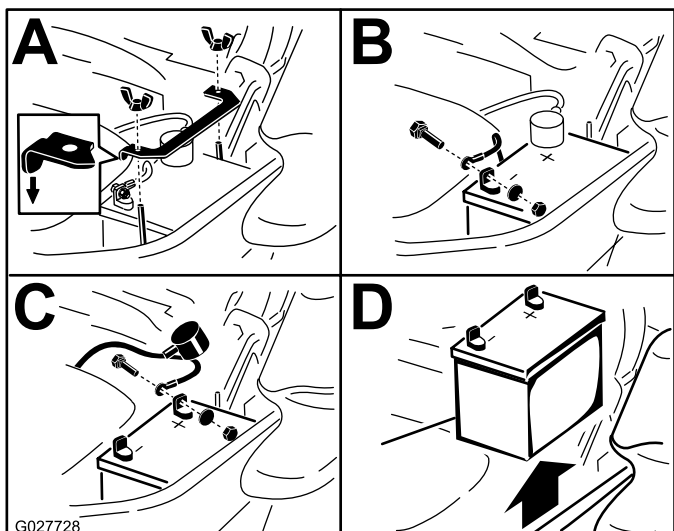

Figura 62
3. Retire la batería, según se muestra en (Figura 62).
Nota: Coloque la batería en la bandeja, con los bornes frente al depósito hidráulico (Figura 62).